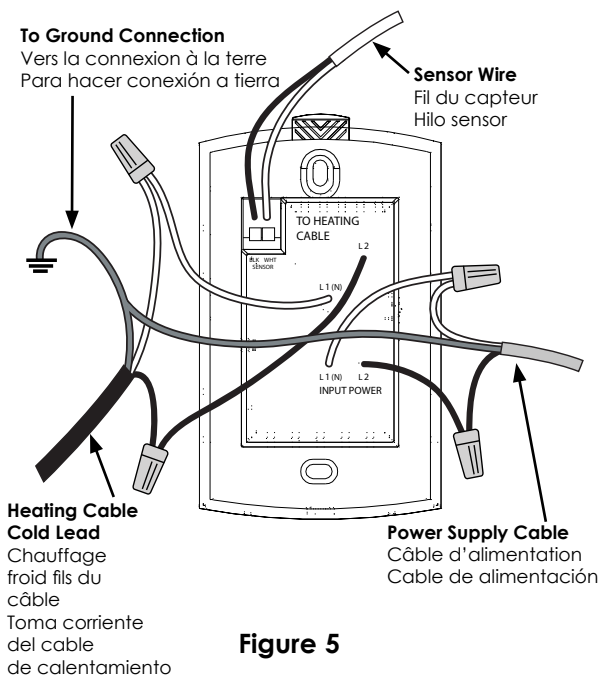
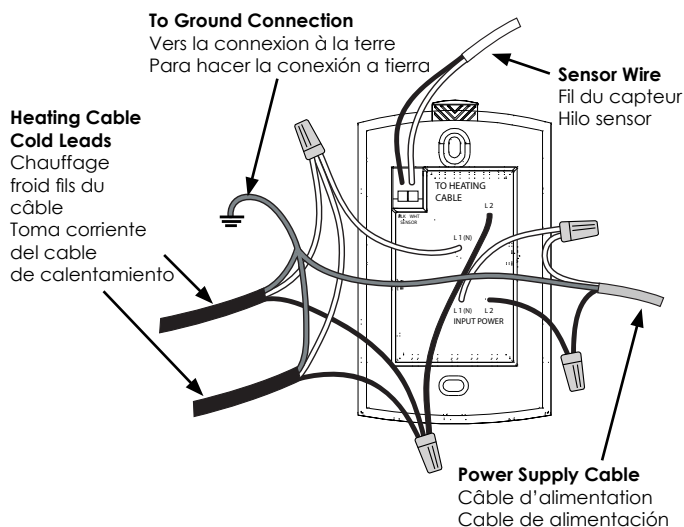

Figure 5
Figure 6
- Préparer chaque câble chauffant/conducteur froid pour connexion/épissure et branchement selon les indications de la figure 5 ou de la figure 6, selon le cas.
- Préparer le fil du capteur selon les indications de la figure 5 ou de la figure 6, selon le cas. Utiliser un tournevis pour connecter les fils du capteur (fils noir et blanc) aux bornes BLK et WHT correspondantes.